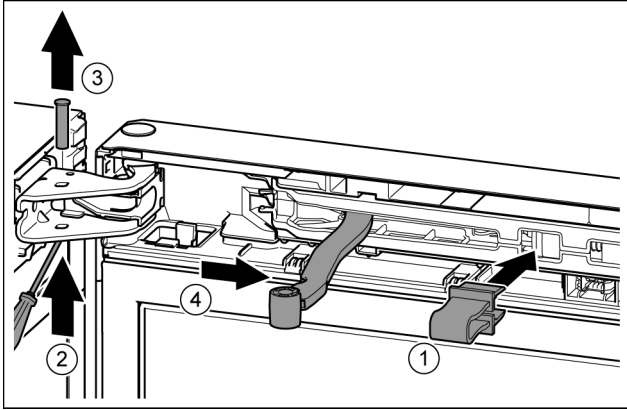

Fig. 10
- Κουμπώστε την ασφάλεια στο άνοιγμα. Fig. 10 (1)
- Ωθήστε έξω τον πείρο με το κατσαβίδι. Fig. 10 (2)
- Αφαιρέστε τον πείρο προς τα επάνω. Fig. 10 (3)
- Περιστρέψτε την άρθρωση προς την πόρτα. Fig. 10 (4)